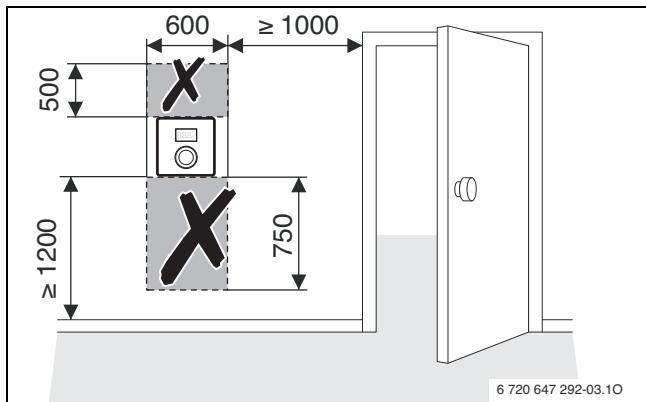

Fig. 5
- ▶ Choisir le lieu de montage approprié (→ fig. 5, page 18).
| La température ambiante souhaitée est largement dépassée. | Lieu de montage inapproprié, par ex. mur extérieur, proximité de fenêtre, courant d'air, ...                                                 | Faire modifier l'emplacement du module de commande par un professionnel (→ fig. 5).                                                      |
| Variations de température ambiante trop importantes.      | La pièce subit les effets temporaires de sources de chaleur externes, par ex. rayonnement solaire, éclairage de la pièce, TV, cheminée, etc. | Faire modifier l'emplacement du module de commande par un professionnel (→ fig. 5).                                                      |